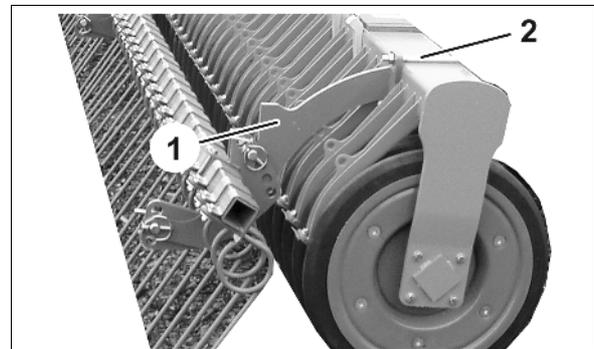

Fig. 16
- o Desserrez l'étrier de blocage (Fig. 16/2) à gauche et à droite et enlevez le recouvreur avec son support (Fig. 16/1).